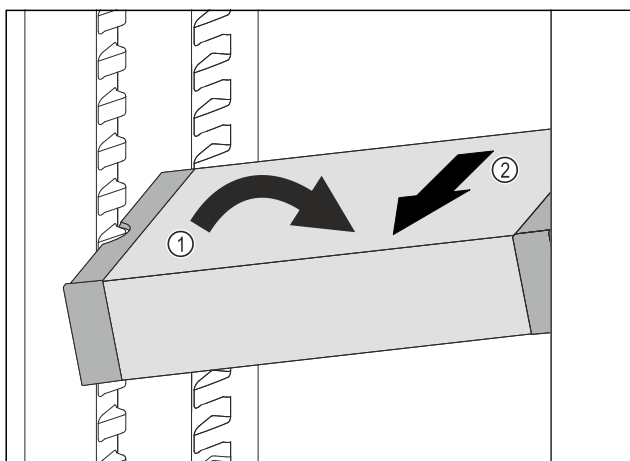

Fig. 41
- ▶ Наклонете VarioSafe в хладилната част. Fig. 41 (1)
- ▶ Извадете VarioSafe напред. Fig. 41 (2)